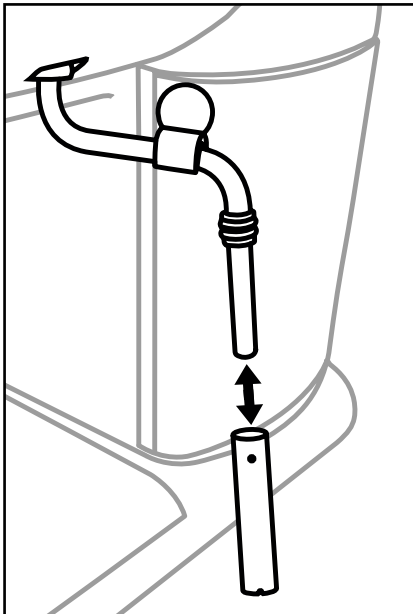

Abbildung 1
- 5) Ziehen Sie die Hülle des Milchaufschäumers 10 ab (Abbildung 1) und reinigen Sie diese sorgfältig im warmen Wasser.
- 7) Schieben Sie die Hülle wieder auf die Düse (Abbildung 1).